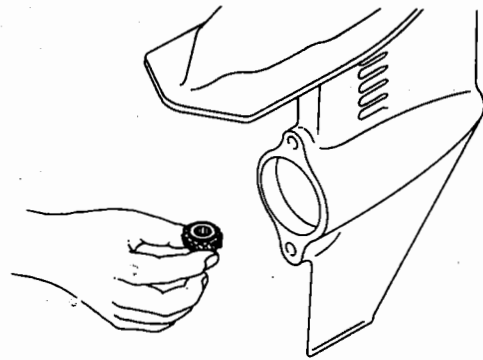

Fig.10.10
3. Remove the bevel gear B. (Fig.10.10)